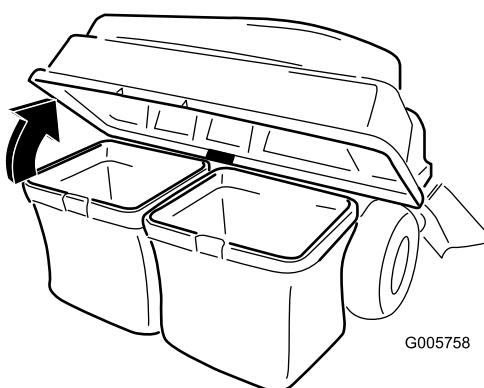

Figure 18
3. Ouvrez (soulevez) le couvercle du dispositif de ramassage (Figure 18).